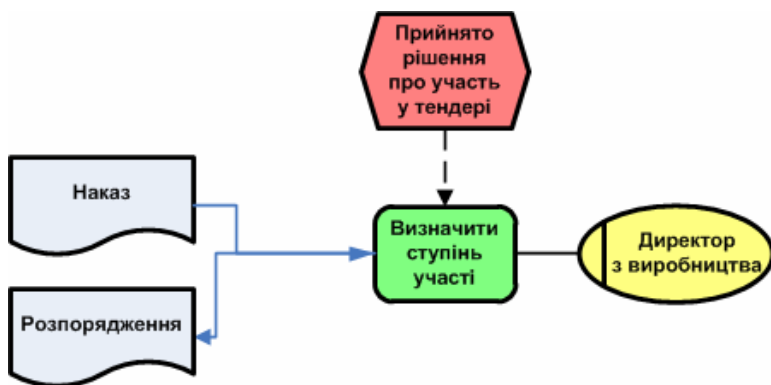

Рис. 6.12. Блоки документів в EPC- іаграмі
5. Ліворуч від блоку функції розмістимо два блока документа – вхідний (наказ) і вихідний (розпорядження директора з виробництва). Для цього відкриємо додатковий трафарет – *Фигуры простой блок-схемы* за допомогою команди *Дополнительные фигуры* області фігур. Перетягнемо двічі на аркуш майстер-шейп *Документ*. Підпишемо і зв'яжемо вхідною і вихідною суцільними стрілками з блоком функції (рис. 6.12).